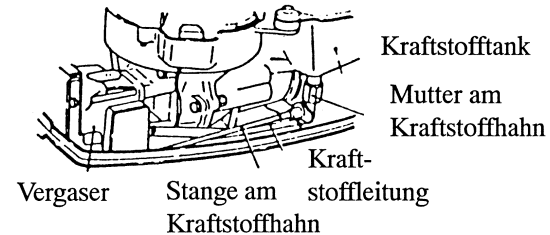

Abb.20: Kraftstoffleitung im Motor
- Kraftstofffilter und Mutter am Hahn auf Verschmutzung prüfen (Abb.20).